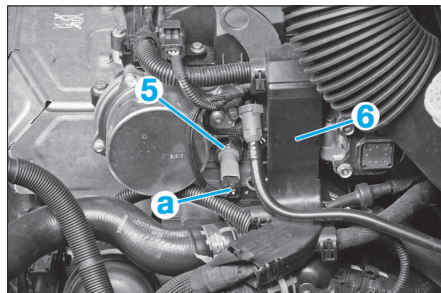

FIG. 47
- Ecarter vers le haut la gouttière du faisceau (6) (Fig.47).